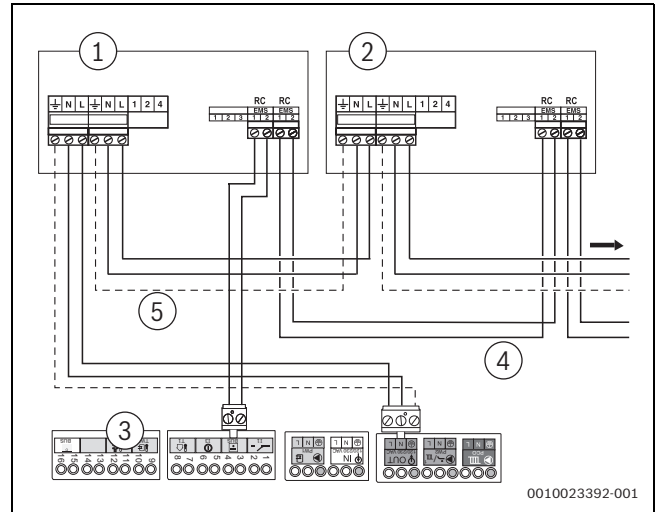

Fig. 57 Collegamento di più moduli funzione
- Utilizzare il collegamento bus EMS del primo modulo per il secondo modulo. Utilizzare a tale scopo il cavo fornito in dotazione al modulo (→ fig. 57, [4]).